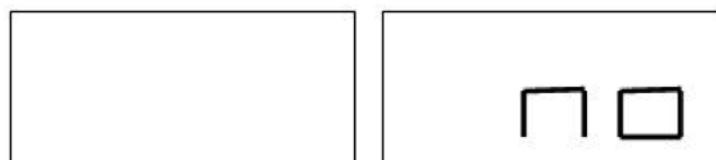
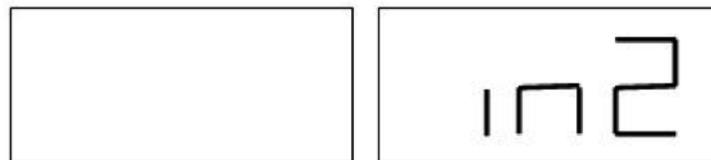

Figure F6.2. Le programme de masse cachée ne peut pas être effectué ou la position choisie n'est pas autorisée
Figure F6.4. Saisie de la position de masse W2
2. Appuyer sur les touches [F+P5] pour accéder au programme de masse cachée. Si la roue est équilibrée du côté externe, le message indiqué sur la figure F6.2 s'affiche pendant 1 seconde et un signal sonore de 3 bips signale que l'opération n'est pas possible.
6. Si l'angle est supérieur à 120°, le message indiqué sur la figure F6.2 s'affiche pendant 1 seconde et un signal sonore de 3 bips signale qu'il est nécessaire de choisir un autre point. A l'inverse, si l'angle est inférieur à 120°, le message indiqué sur la figure F6.4 s'affiche et vous autorise à continuer.
8. Si l'angle est supérieur à 120°, le message indiqué sur la figure F6.2 s'affiche pendant 1 seconde et un signal sonore de 3 bips signale qu'il est nécessaire de recommencer l'étape 7. A l'inverse, si l'angle est inférieur à 120°, l'équilibreuse affiche la valeur de la masse externe W2.